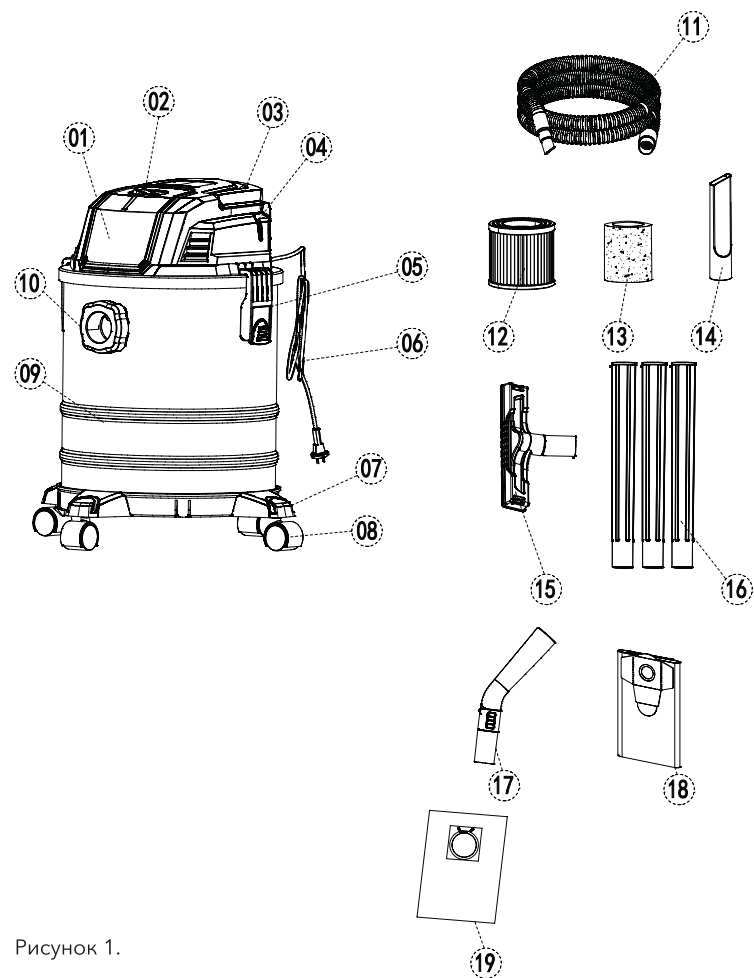
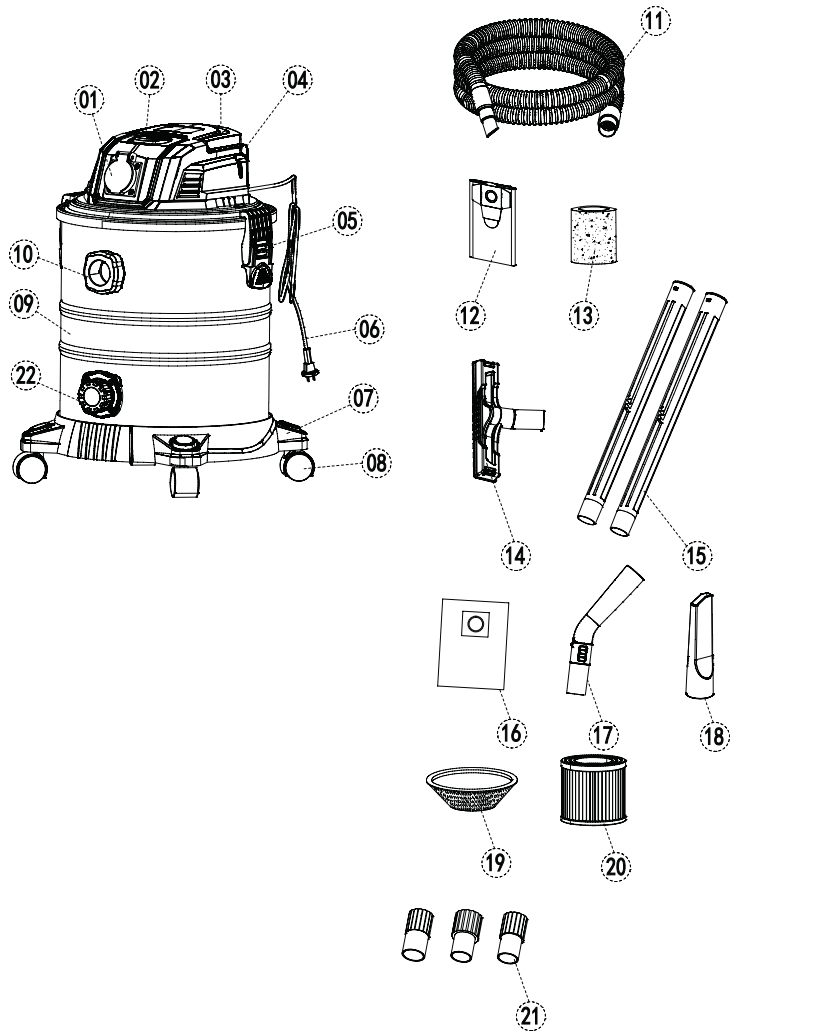

Рисунок 1.
Рисунок 2.
Зажмите два фиксатора крышки 5 (рис. 1 и рис. 2) с обеих сторон пылесоса и, держась за рукоять 3 (рис. 1 и рис. 2), снимите крышку. Установите соответствующий фильтр, в зависимости от вида уборки.
При сухой уборке (без всасывания воды) установите фильтр HEPA 12 (рис. 1) или 20 (рис. 2). Также при сухой уборке с внутренней стороны бака установите бумажный/тканевый мешок или мембранный фильтр для работы без мешка (для модели KR30). Всегда следите за заполнением мешка и меняйте или очищайте его по мере наполнения. При влажной уборке (всасывание воды) необходимо устанавливать только губчатый фильтр 13 (рис. 1 и рис. 2). Мешок не устанавливать. После установки соответствующего фильтра установите крышку обратно и зафиксируйте фиксаторами крышки 5 (рис. 1 и рис. 2).
Вставьте раструб шланга 11 (рис. 1 и рис. 2) в отверстие для шланга 10 (рис. 1 и рис. 2) и поверните по часовой стрелке так, чтобы замок (выступ) на раструбе шланга 11 вошел в фиксирующий паз отверстия 10. Следите за тем, чтобы шланг 11 не перекручивался и движению воздуха в нем ничто не мешало. Не допускайте передавливания шланга 11.
- Положение «I» – пылесос включается через несколько секунд только после пуска подключенного к розетке электроинструмента 1 (рис. 2), и пылесос отключается с небольшой задержкой после остановки подключенного к розетке электроинструмента 1 (рис. 2).
- Положение «II» – пылесос включен независимо от того, подключен ли электроинструмент к розетке 1 (рис. 2).
Для сухой и влажной уборки предназначена универсальная насадка. Данная насадка оснащена щетиной, которая применяется при влажной уборке (с всасыванием воды) гладких поверхностей. При необходимости, если длины шланга не хватает, соедините патрубок шланга 11 с пластиковыми трубками 16 (рис. 1) для модели KR 15 или 15 (рис. 2) для модели KR 30.
На крышке модели KR 30 установлена розетка 1 (рис. 2) для подключения электроинструмента, которая обеспечивает автоматическое включение и отключение пылесоса одновременно с включением или выключением электроинструмента. Внимательно изучите инструкцию, правила и руководство по эксплуатации подключаемого электроинструмента.
Прежде чем подключать шнур питания электроинструмента к розетке 1 (рис. 2), убедитесь, что: